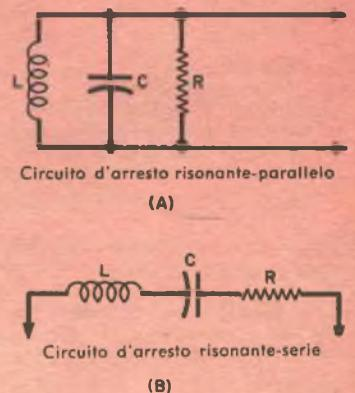

FIG. 6
In un secondo caso si potrà raggiungere lo scopo semplicemente diminuendo il fattore di merito, cioè aggiungendo una resistenza in serie al circuito (se si tratta di risonatore-serie) o in parallelo (se si tratta di risonatore-parallelo). Ciò è indicato rispettivamente in fig. 6 (B) e (A). Il valore di detta resistenza dovrà determinarsi sperimentalmente; ricordiamo però che, nel caso di fig. 6 (A) il suo ordine di grandezza sarà di qualche centinaio di migliaia di ohm, mentre nel caso di fig. 6 (B) essa varrà, all'incirca, poche centinaia di ohm.